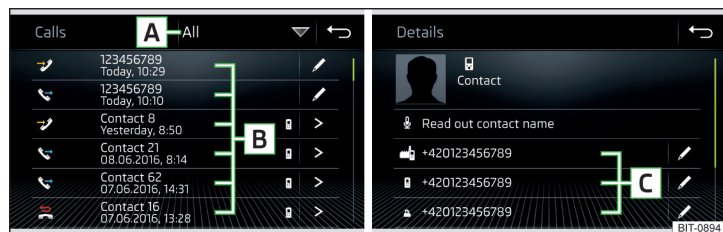

Fig. 156 Lista de llamadas / detalle del contacto
- En el menú principal **Teléfono** pulse la superficie funcional , se muestra una lista de llamadas » fig. 156.
- > Visualización del detalle del contacto » fig. 156